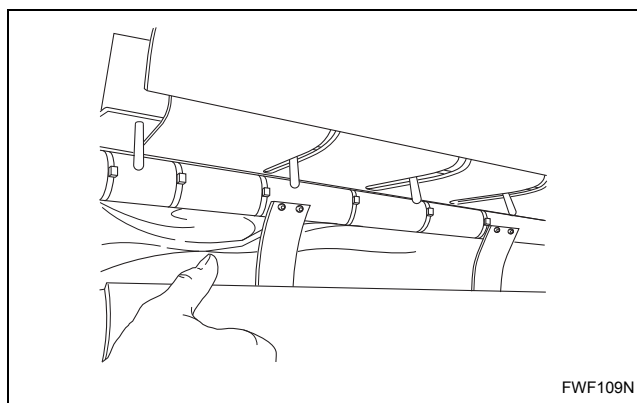

Рис. 8
- а. Удалите защитную бумагу из-под подающего стола. См. *Рис. 8*.